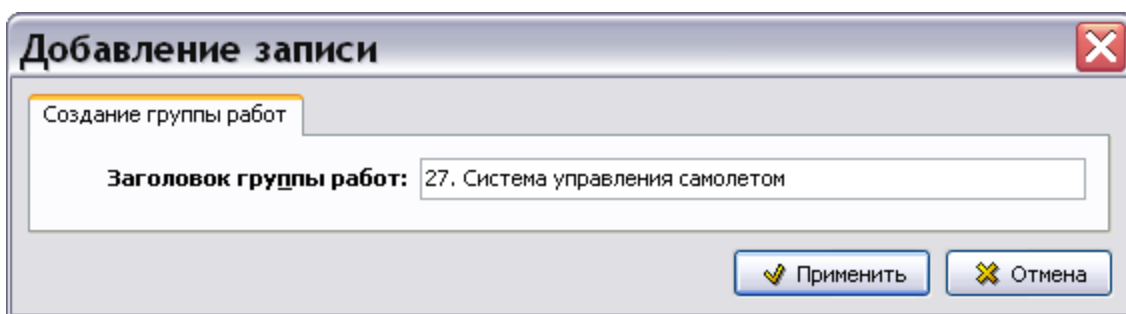

Рис. 9.72
1. Нажмите на кнопку **Добавить**  справа от окна **Группы работ**. При этом появится диалоговое окно **Добавление записи** (Рис. 9.72).